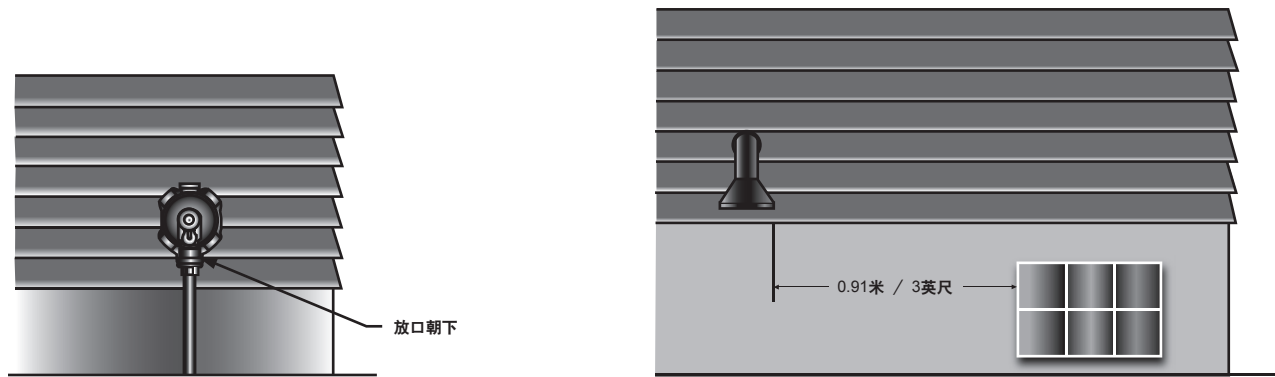

图2. 调压器放空口指向下方
- 令放空口垂直指向下方来安装调压器，详见图2。若放空口不能安装在垂直向下的位置上，则调压器必须安装在一个单独的防护盖下。令放空口朝下来安装调压器，能使冷凝液排空，最大限度减少水或其它碎屑由于进入放空口而进入调压器，并且最大限度减少由冰冻的沉积物造成的放空口的阻塞。